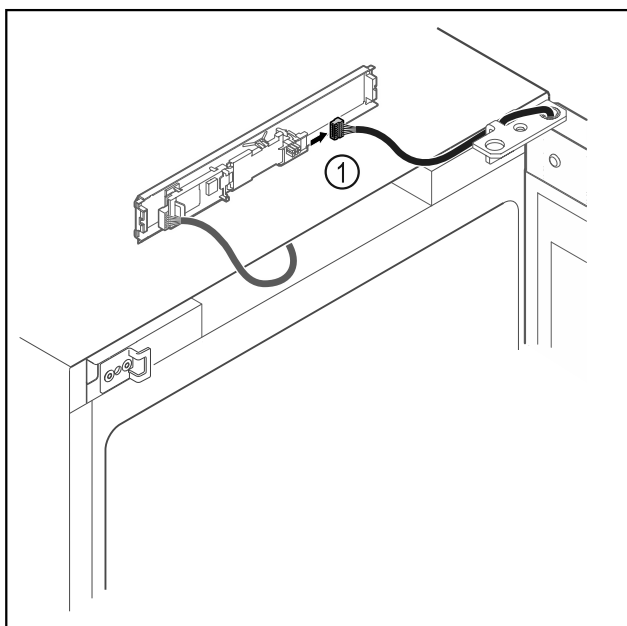

Fig. 16
- ▶ Scoateți fișa Fig. 16 (1) de la placa electronică.